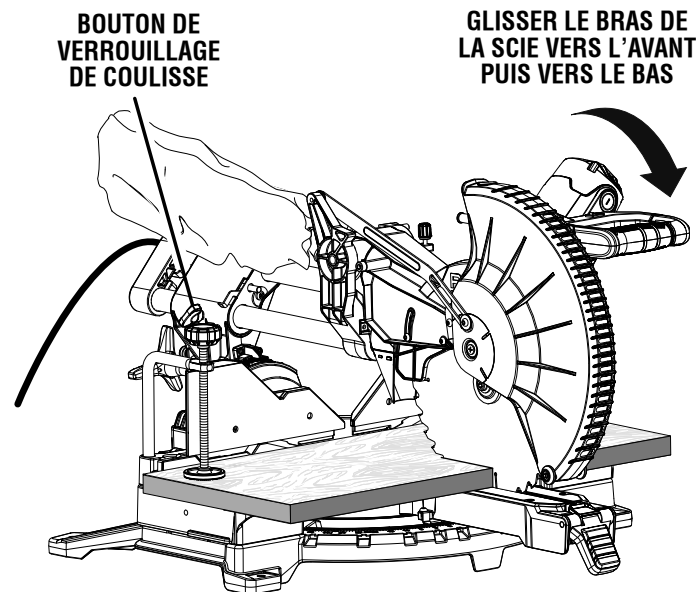

Fig. 41
Voir les figures 41 - 42.
- Avec la scie à l'arrêt, tirer le bras de la scie vers l'avant. Mettre la scie en marche (laisser la lame atteindre sa vitesse maximale) puis pousser la lame vers le bas sur la pièce puis vers l'arrière de la scie pour faire la coupe. Voir les figures 41 et 42.